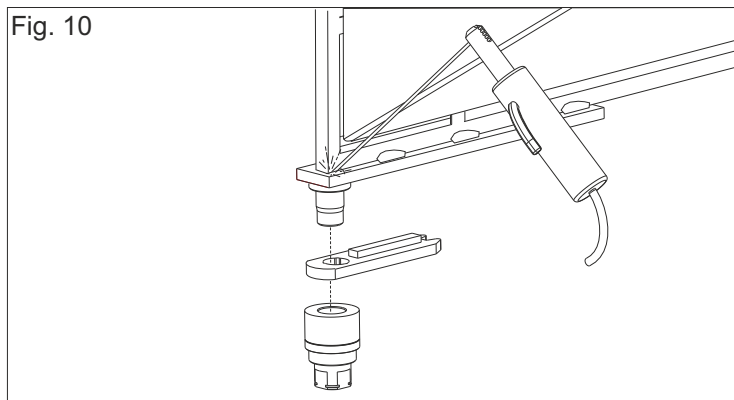

Fig. 10
**3.2.** soldar con cuidado el conjunto hoja a la hoja de la cancela realizando una fijación por tramos de aprox. 3-4 cm a lo largo de la superficie de contacto evitando la soldadura en las cercanías de lo huecos que tienen rosca, además de hacer en modo que venga respetada la perpendicularidad con las asas de rotación (Fig. 10)